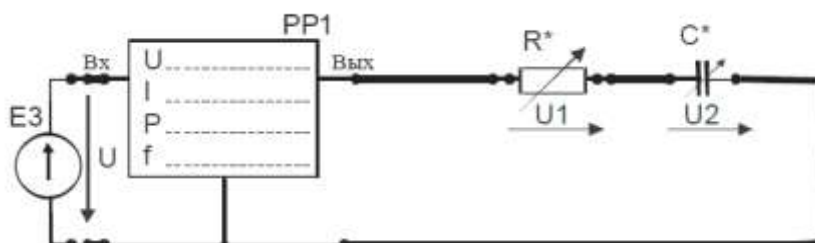

Рисунок 13 – Цепь переменного тока с последовательным соединением резистора и конденсатора
2. Собрать электрическую цепь с последовательным соединением резистора  $R^*$  и конденсатора  $C^*$  (рис. 13), используя элементы цепи в соответствии с заданным вариантом (табл. 16). В качестве резистора  $R^*$  использовать перестраиваемый резистор R10 в соответствующей позиции переключателя (табл. 16). У цифровых амперметров установить режим измерения переменного тока. Предъявить схему для проверки преподавателю.